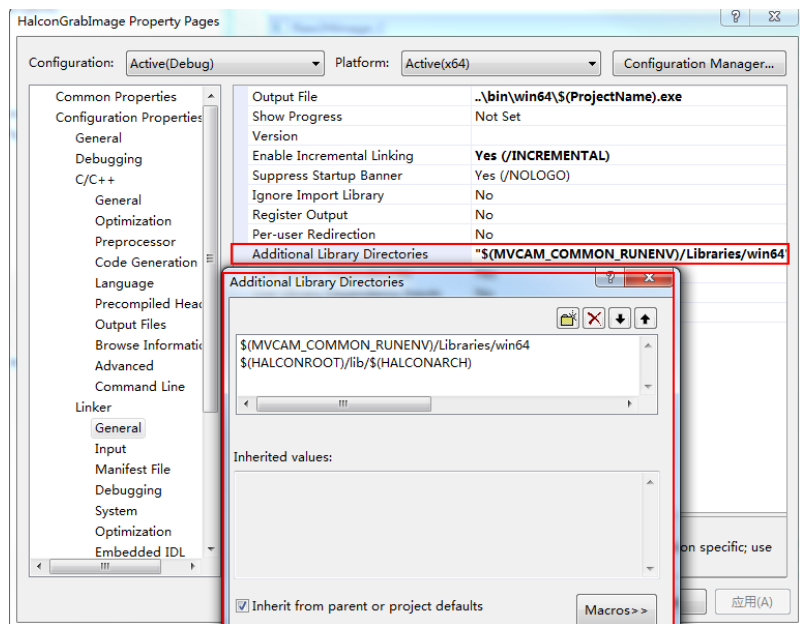
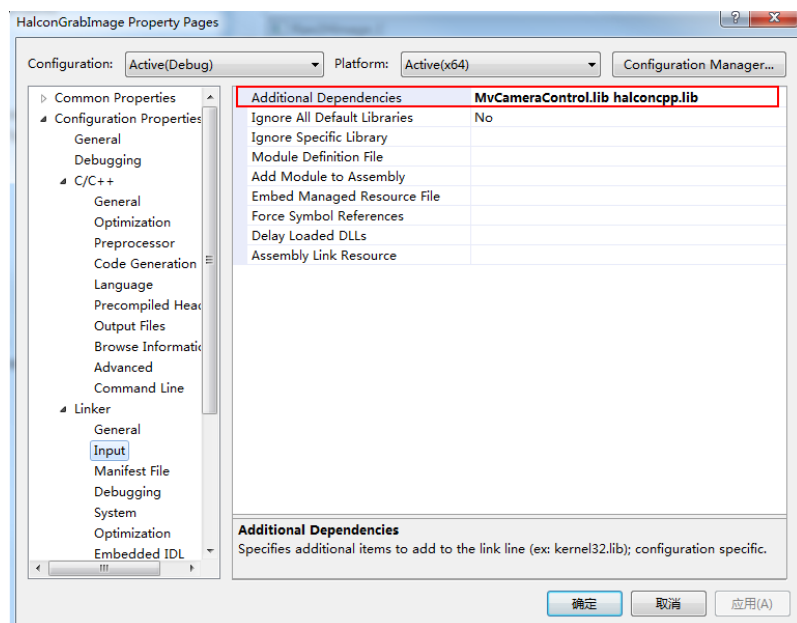

图3-4 加入 lib 库
图3-5 加入 lib 文件
2. 将 HALCON 和 C++的 SDK 头文件和 lib 文件加入到工程中,如图 3-5 和图 3-4 所示。